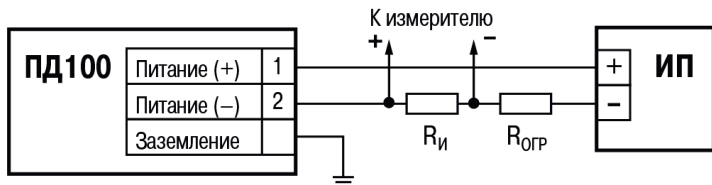

Рисунок 6 – Схема подключения
** Сопротивление нагрузки зависит от напряжения питания (см. рисунок 6)